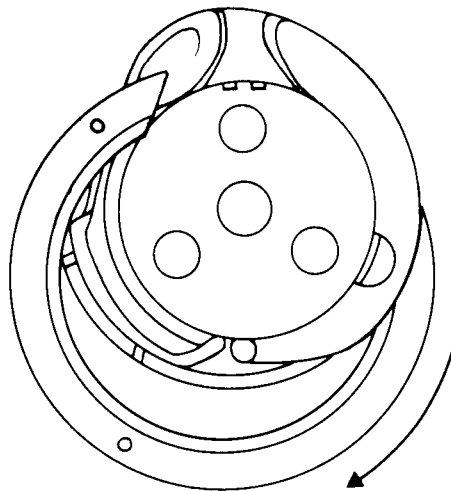

Fig. 35b
- Den Greiferbügel links oder rechts aus dem Spulenkapselunterteil herausdrehen (siehe Abb. 35b).
- Turn the hook gib to the right or left out of the bobbin case base (Fig. 35b).
- Sortir l'archet de crochet à gauche ou à droite de la capsule inférieure (fig. 35b).